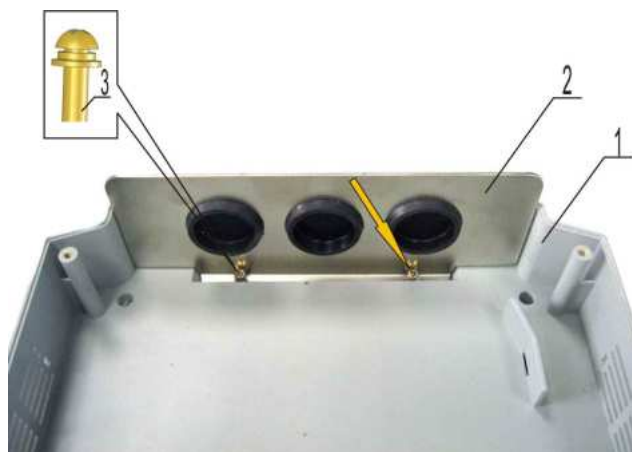

Рис. 7.20
7.7.3. Вкрутить два винта 3 крепления панели 2 к корпусу 1 (рис. 7.20).